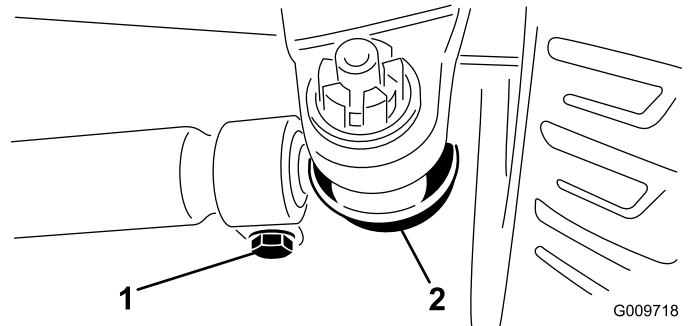

図 73
2. 調整が必要な場合は、タイロッドのボールジョイントのコッターピンとナットを外す（図 73）。次に、タイロッドのボールジョイントをアクスルケースのサポートから外す。
3. タイロッド両側のクランプをゆるめる（図 73）。